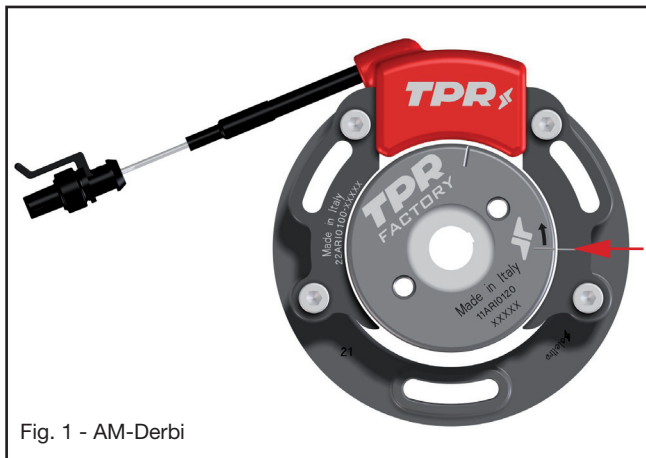

Fig. 1 - AM-Derbi
- Mantenendo l'albero motore in questa posizione (PMS) fare collimare la linea di riferimento impressa sul rotore con quella situata sullo statore (Fig. 1) mediante la rotazione di quest'ultimo, poi bloccare le tre viti M4 di fissaggio dello statore (Coppia di serraggio 3,5 ÷ 4,5 Nm pari a circa 0,35 ÷ 0,45 kg*m).
- Mantenendo l'albero motore in questa posizione inserire il rotore (Part. 2) e fare collimare la linea di riferimento impressa sul rotore con quella situata sullo statore (Fig. 1), inserire la rondella Ø 10 (Part. 9) ed il dado M10 x 1 (Part. 8) (Coppia di serraggio 30 Nm pari a circa 3 kgm).